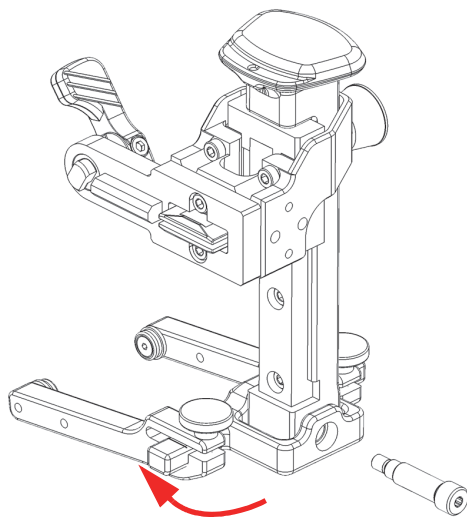

Figura 2-24 Virar a viga articulada do garfo
6. Gire o feixe de articulação do garfo em 180 graus e deslize-o de volta para o trilho do SLA (Figura 2-24 na página 54).